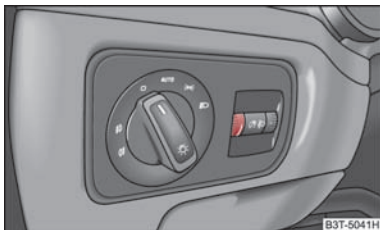

Abb. 50 Schalttafel: Instrumentenbeleuchtung
- Drehen Sie den Drehregler \Rightarrow Abb. 50 auf die gewünschte Intensität der Instrumentenbeleuchtung.